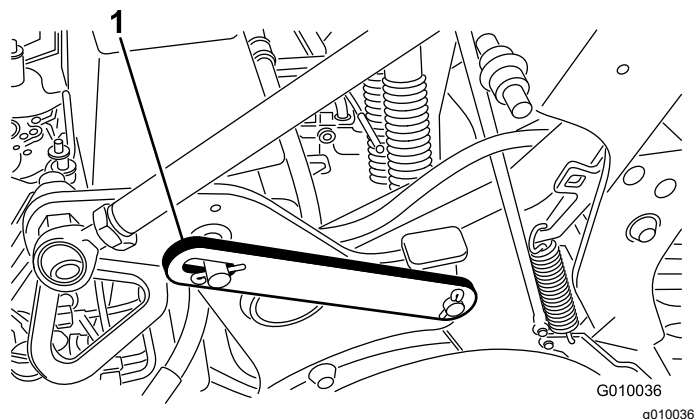

図 18
3. ラッチを収納位置に止めているクリップリングを外す 図 18。